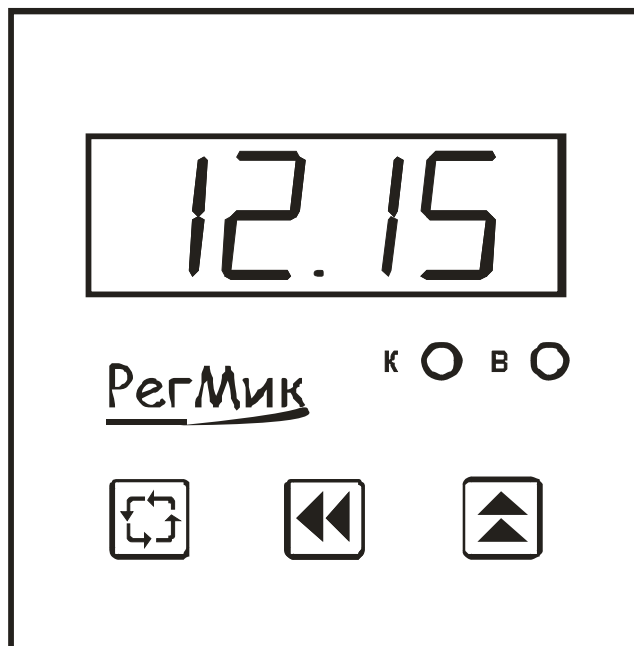

Рисунок 3.4 – Передняя панель прибора
3.3.2 На передней панели прибора (рис. 3.4), расположены четырехразрядный цифровой индикатор, служащий для отображения буквенно-цифровой информации, два светодиодных индикатора, сигнализирующих о режимах работы прибора, и три кнопки управления.